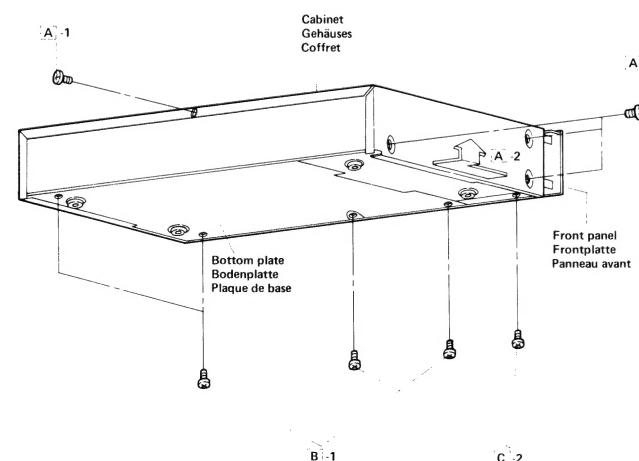

Figure 3-3 Abbildung 3-3
1. Remove the seven screws from the cabinet-three each at its right and left sides, and the one screw at its rear surface. See Figure 3-3.
2. Slide the cabinet in the arrow direction shown in Figure 3-3, and lift it up by giving force to its bottom, then remove.
1. Put the set upside down, remove three screws from the bottom plate, and take off the bottom plate. See Figure 3-3.
2. Remove two screws from the front panel (lower part). See Figure 3-3.
1. Die sieben Schrauben des Gehäuses, jeweils drei auf der rechten und linken Seite, sowie die einzelne Schraube an der Rückplatte entfernen. Siehe Abbildung 3-3.
2. Das Gehäuse gemäß Abbildung 3-3 in Pfeilrichtung schieben und zum Entfernen kräftig nach oben ziehen.
1. Das Gerät umdrehen, die drei Schrauben von der Bodenplatte entfernen, dann die Bodenplatte abnehmen. Siehe Abbildung 3-3.
2. Die zwei Schrauben vom (unteren Teil) der Frontplatte entfernen. Siehe Abbildung 3-3.
1. Déposer les sept vis, trois de chaque côté droit et gauche, du coffret, et la vis de la surface arrière. Voir la Figure 3-3.
2. Glisser le coffret dans le sens de la flèche de la Figure 3-3 et le lever en forçant sur sa base en le déposer.
2. Déposer les deux vis du panneau avant (partie inférieure). Voir la Figure 3-3.